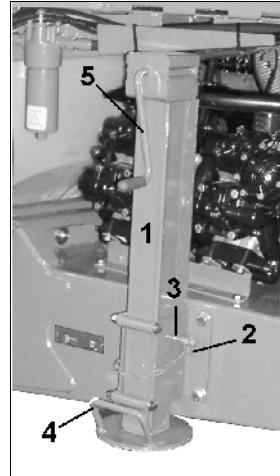

Рис. 39
- Опорная стойка поднимается во время эксплуатации или транспортировки (Рис. 39).
- Отсоедините палец с пружинной защелкой (Рис. 39/2).
- Извлеките крепежный палец (Рис. 39/3).
- Поднимите/опустите опорную стойку при помощи рукоятки (Рис. 39/4).
- Опустите/поднимите опорную стойку при помощи рукоятки (Рис. 39/5).